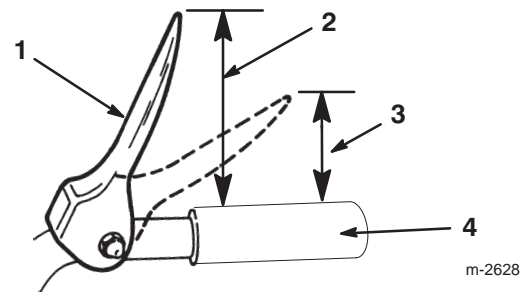

Figure 10
3. Réglez la position des deux contre-écrous à bride sur la tige de traction supérieure vers le haut ou vers le bas pour que l'extrémité de la manette de commande de traction soit à environ 12,7 cm de la poignée (Fig. 10).
**Remarque :** Le réglage est correct si les roues cessent de tourner quand le bout de la manette de commande de traction est à une distance de 7,6 à 10,2 cm de la poignée (Fig. 10).